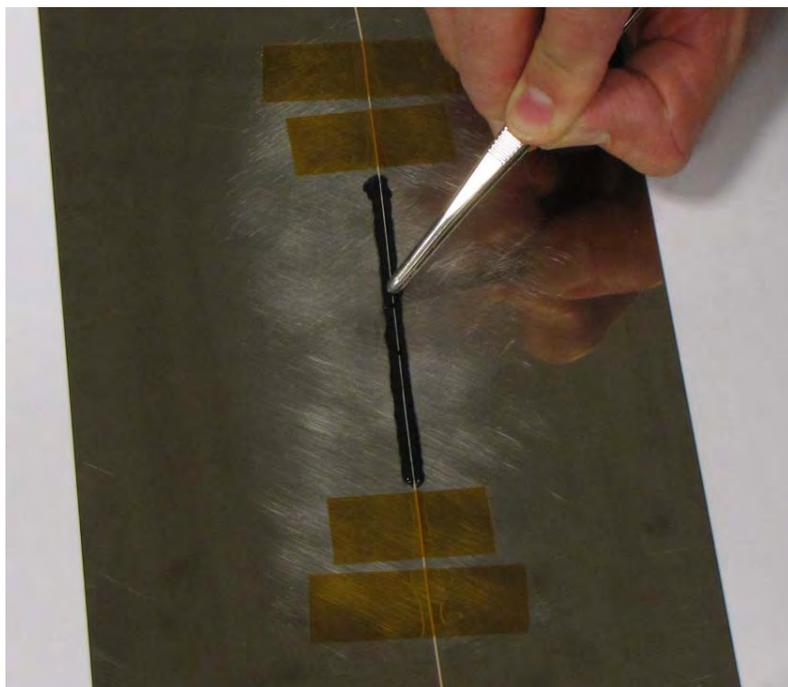

Fig. 2.6: Pressione del sensore a fibra ottica OptiMet-PKF sulla superficie del componente con le pinzette a punte arrotondate
2. Con delle pinzette a punte arrotondate premere delicatamente il sensore a fibra ottica OptiMet-PKF sulla superficie del componente (Fig. 2.6).